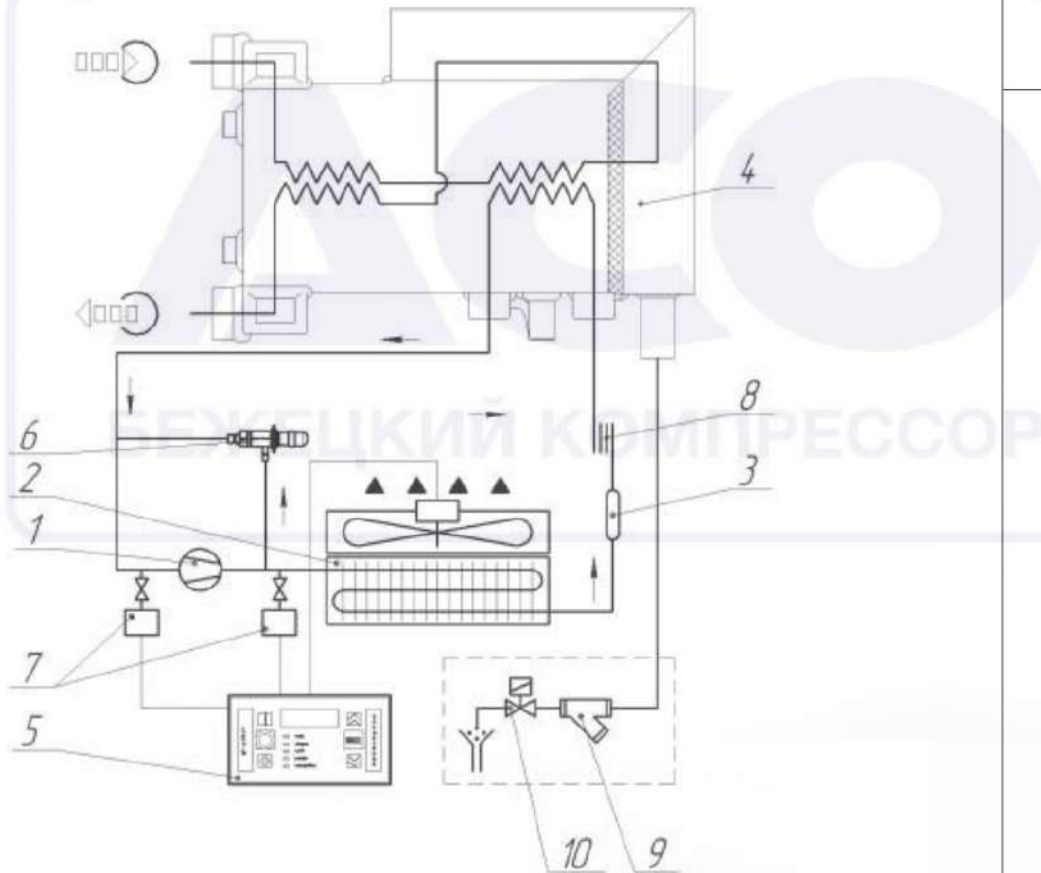

Рисунок 3 – Холодильный контур
4.1 Сушитель рис. 3 представляет собой конструкцию алюминиевого теплообменника, размещенного в блоке осушения 4. В первом контуре теплообменника из сжатого воздуха удаляется вода путем его охлаждения до температуры приблизительно  $+3^{\circ}\text{C}$  и удаления образующегося при этом конденсата. С целью предотвращения образования конденсата на наружной поверхности трубопроводов системы циркуляции, обрабатываемый сжатый воздух перед выходом его из осушителя подвергается предварительному подогреву. Для этого он прогоняется через второй контур теплообменника.
4.1.1 Компрессор 1 (рис. 3) является активным элементом осушителя и обеспечивает циркуляцию хладагента по холодильному контуру за счет сжатия паров хладагента от давления кипения до давления конденсации.
4.1.3 Устройство слива конденсата предназначено для удаления конденсата образующегося при охлаждении сжатого воздуха в блоке осушки. Устройство состоит из электромагнитного клапана 10 (рис.3) и сантехнического фильтра 9 (рис 3). Сигнал на управление электромагнитным клапаном подается блоком автоматического управления 5.
4.1.4 Регулятор производительности 6 (рис. 3) перепускает часть горячего газа (из количества нагнетаемого газа компрессором) в трубку полости между испарителем и всасыванием компрессора, поддерживая постоянное значение температуры/давления кипения фреона около  $+2\text{ }^{\circ}\text{C}$ . Такое перепускание газа полностью исключает образование льда внутри испарителя в полости сжатого воздуха при любых нагрузках.
4.1.7 Фильтр-осушитель 3 (рис. 3) размещается перед капиллярной трубкой, задерживает все технические загрязнения и пары влаги, исключая их циркуляцию и вступление в химические реакции